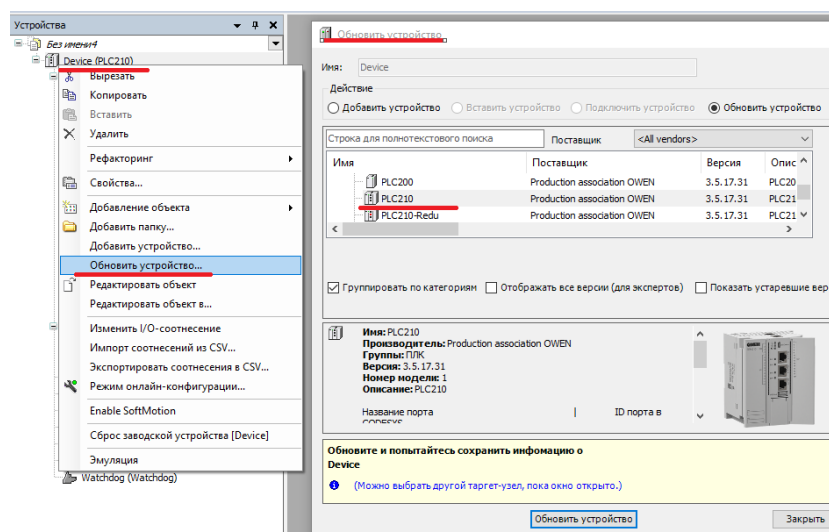

Рисунок 2.44 – Внешний вид окна обновления устройства
**Настройка связи между ПЛК и CODESYS.** Узел «Device» (который определяется соответствующим таргет-файлом) должен соответствовать модели подключаемого контроллера. Если был выбран неподходящий тип контроллера – то его можно изменить, нажав в дереве проекта правой кнопкой мыши на узел «Device» и использовать команду «Обновить устройство» (рис. 2.44).
следует нажать кнопку «Обновить устройство» и закрыть окно (рис. 2.44). В дереве проекта у узла «Device» отобразится название выбранного контроллера.